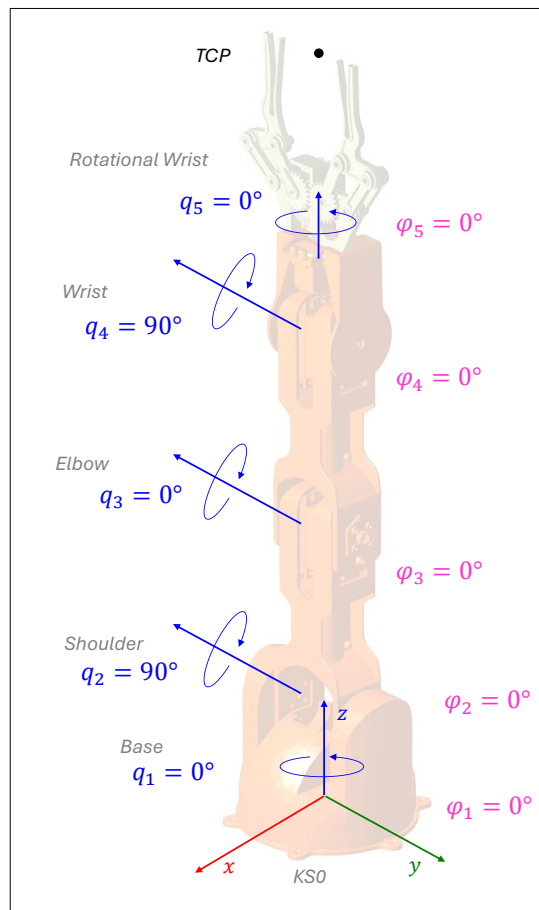

Abbildung 2. Default-Pose des Roboters. Dargestellt sind die zugehörigen Gelenkwinkel q sowie die Servo-Winkel zur Ansteuerung.
a) Kalibrieren Sie die Nullagen aller Gelenke (vgl. Abbildung 2).